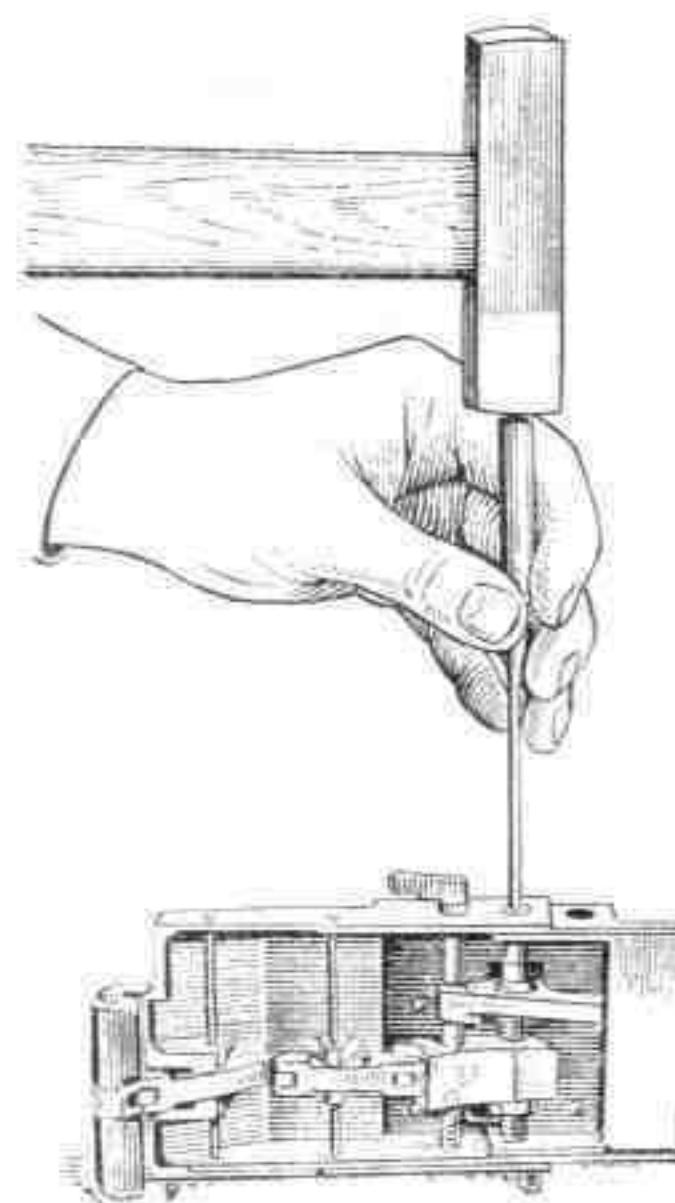

Рис. 32. Отделение оси шептала
12. **Разобрать спусковой механизм.** Выбить с помощью выколотки ось шептала (рис. 32) и отделить шептало с пружиной и останов рамы.